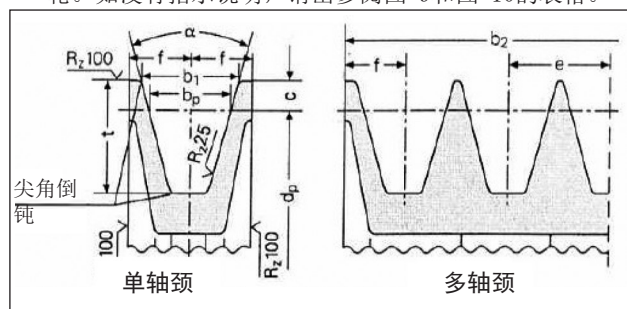

图 9
- 使用皮带制造商说明/建议轴颈尺寸的V型皮带用皮带轮。如没有指示说明，请出参阅图9和图10的表格。